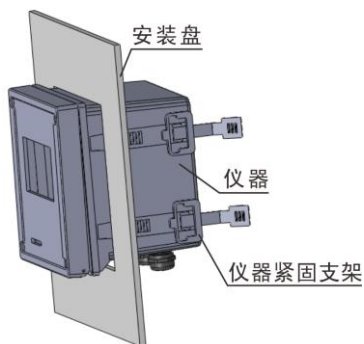

图 4.2.2
(2) 将仪器装入安装孔中，然后用仪器自带的四个紧固支架将仪器卡紧在安装盘上，如下图 4.2.2 所示：